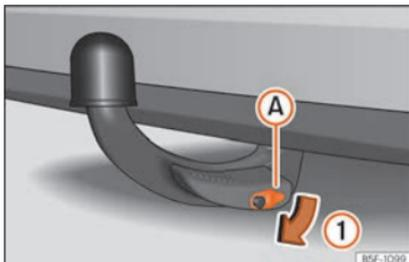

Abb. 299 Schließabdeckung abnehmen
- Nehmen Sie die Schlossabdeckung (A) in Pfeilrichtung (1) vom Schloss ab »» Abb. 299.